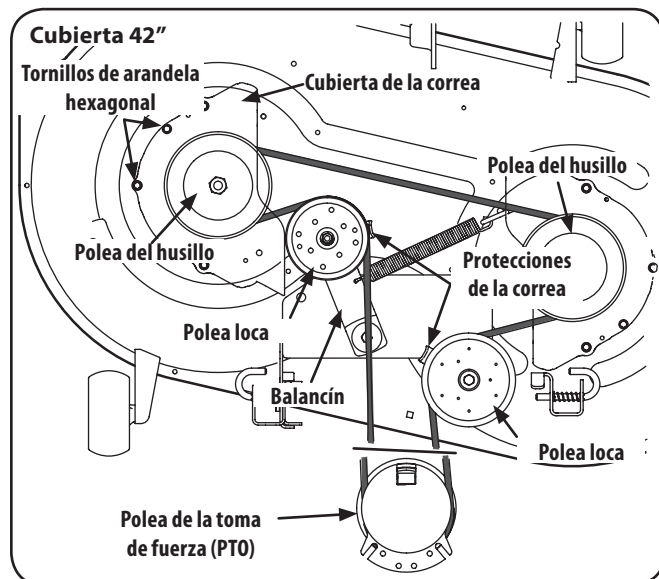
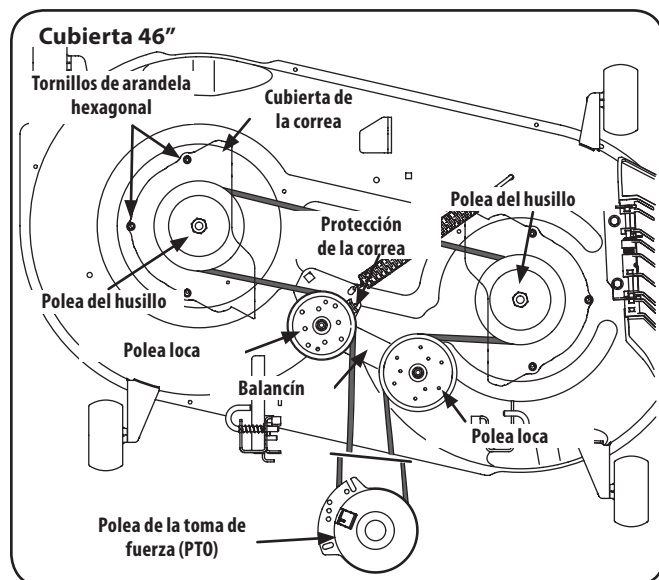
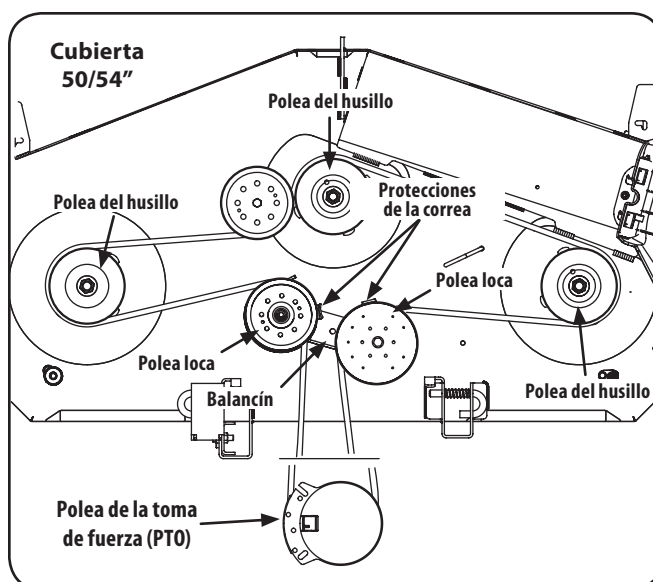

Figura 7-8
Figura 7-9
Figura 7-10
2. Afloje, pero no quite el hardware de la derecha y la izquierda de la polea loca. Consulte la Figura 7-8 para 42" cubiertas, Figura 7-9 para 46" cubiertas y la Figura 7-10 para 54" cubiertas.
2. Use una llave de $\frac{15}{16}$ " para sostener la tuerca hexagonal en la parte superior del conjunto del husillo cuando afloje la tuerca hexagonal que fija la cuchilla. Se puede colocar un bloque de madera entre el alojamiento de la plataforma y el borde de corte de la cuchilla para ayudar a aflojar la tuerca hexagonal que fija la cuchilla. Vea la Figura 7-9.